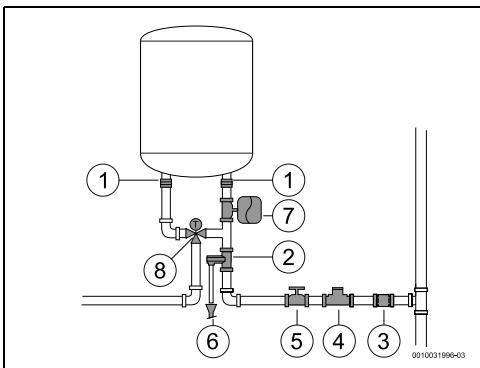

Fig. 11
- Închideți armătura de închidere a apei (→ Fig. 11, [5]).
- ▶ instalarea unei supape reducer de presiune (Fig. 11, [4]). Supapa de preaplin se va activa atunci când presiunea apei din aparat depășește 8 bari ( $\pm 1$  bar), motiv pentru care este necesară planificarea unui mod de scurgere a acestei ape.
- ▶ Instalați un vas de expansiune (Fig. 11, [7]) pentru a opri deschiderea supapei de preaplin în mod frecvent. Volumul vasului de expansiune trebuie să fie echivalent cu 5% din volumul aparatului.